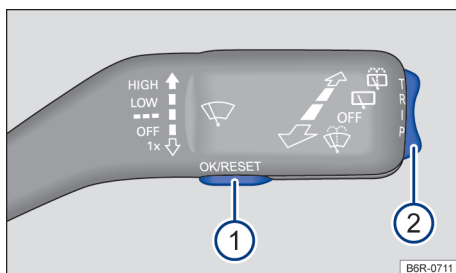

Fig. 17 Veículos sem volante multifunções: tecla  na alavanca dos limpadores dos vidros para confirmação dos itens de menu e chave  para alternar entre os menus.
- Se uma mensagem ou o pictograma do veículo forem exibidos, pressionar o botão **OK** (→ Fig. 17 ①).
- *Comando com a alavanca dos limpadores dos vidros*: manter a chave pressionada → Fig. 17 ②, ou pressionar por pelo menos dois segundos para cima ou para baixo. O menu principal é listado → Página 20.